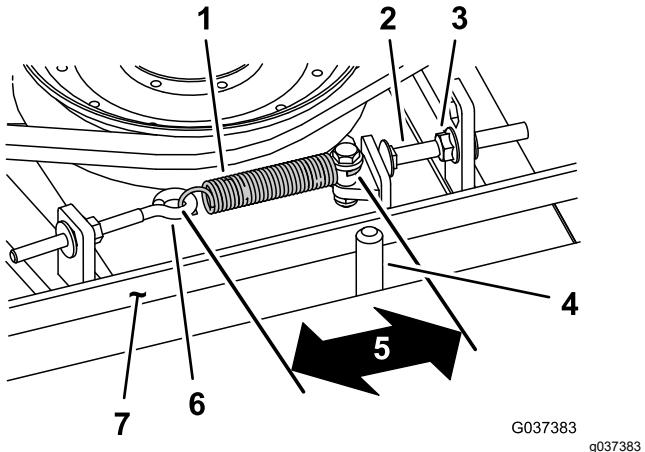

Figure 113
Lorsque le ressort d'extension est correctement tendu, l'intérieur doit mesurer (d'un crochet à l'autre) entre 8,3 et 9,5 cm. Lorsque le ressort est correctement tendu, ajustez le boulon d'arrêt (boulon de carrosserie) jusqu'à obtention d'un jeu d'environ 2 à 5 mm entre la tête du boulon et le bras de tension (Figure 113).
Remarque: La courroie doit être placée du côté ressort du guide (Figure 113).
2. Desserrez le boulon à œil pour pouvoir enlever le ressort d'extension (Figure 113).
3. Desserrez l'écrou à embase qui fixe le boulon d'arrêt à la patte de montage, et écartez la poulie de tension de la courroie pour détendre cette dernière (Figure 113).
9. Raccrochez le ressort d'extension (Figure 113) au boulon à œil et tendez la courroie comme suit :